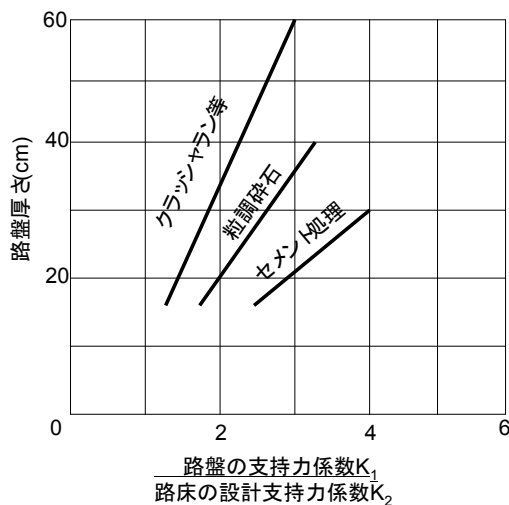

Figure 1
3. 路床の設計支持力係数が $50(MN/m^3)$ である。下層路盤をクラッシュラン路盤で $20cm$ 厚さにするとすれば、路盤面の支持力係数 $K_1=200(MN/m^3)$ とするためには、上層路盤を粒度調整砕石とした時の必要厚さは(フ)(cm)である。また、セメント安定処理とした時は(ヘ)(cm)である。(Figure 1 参照)。
4. (1) コンクリート版の幅 $B=4.0(m)$ 、長さ $L=10(m)$ 、厚さ $h=0.3(m)$ および摩擦係数 $f=1.0$ の場合に、 $\phi=22(mm)$ の鉄筋を用いたタイバーの必要断面積 $A_s=(ホ)(m^2)$ 、必要本数 $N=(マ)(本)$ 、最小長さ $r=(ミ)(m)$ である。なお、コンクリート版1枚に作用する摩擦力 $F=0.024fBLh(MN)$ であり、鉄筋の許容応力度は $130(MN/m^2)$ 、付着許容応力度 $1.6(MN/m^2)$ である。